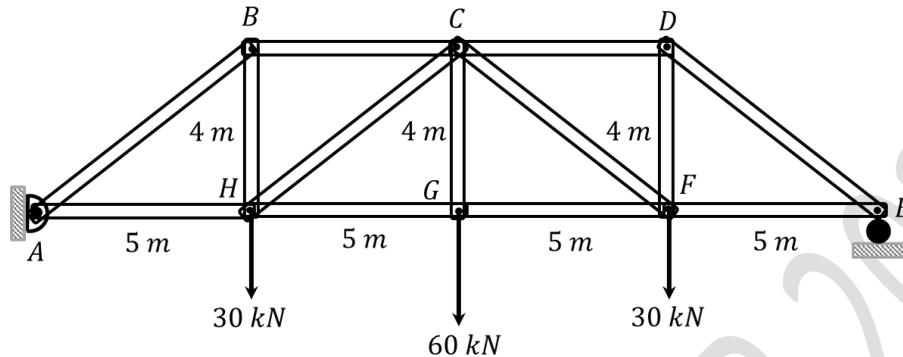

Fig. 5.16.
5.5.- La Fig. 5.16 muestra una estructura conformada por trece varillas rígidas de 5 (m) en longitud horizontal y 4 (m) de longitud vertical. La armadura está montada sobre un pasador fijo en A y por un soporte en E. Calcule mediante el método de las secciones las fuerzas internas en las varillas AB, AH, CD, CF y FG indicando si están en tensión o compresión.